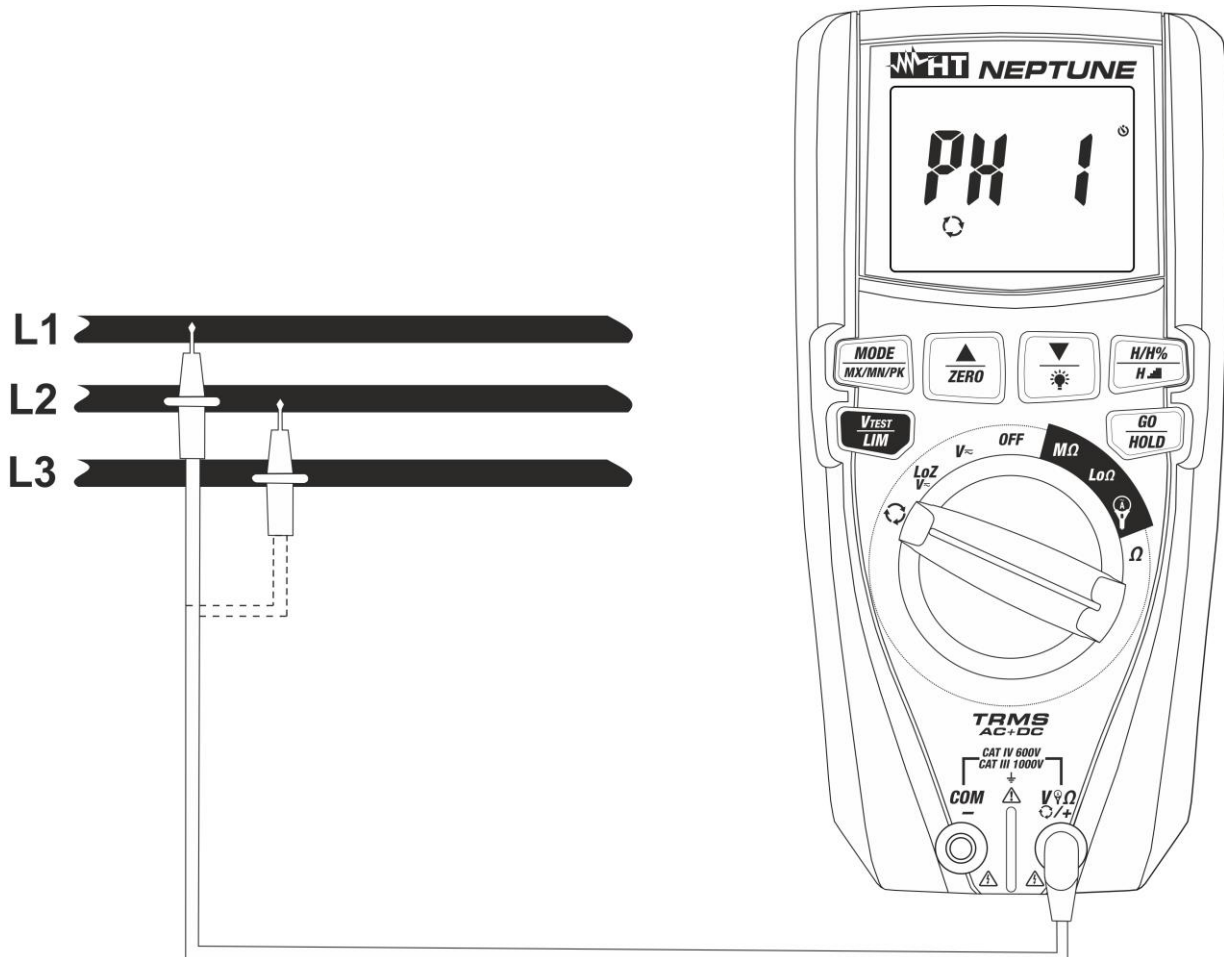
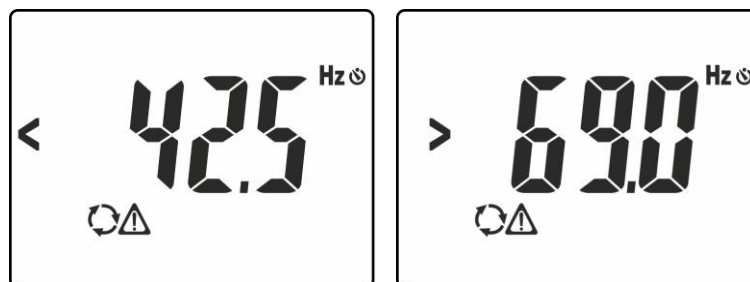
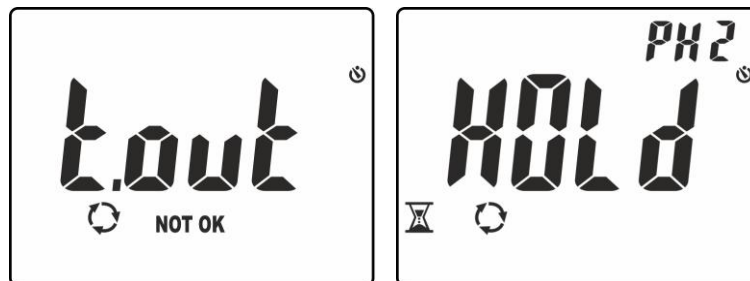

Fig. 10: Utilisation de l'instrument pour l'essai de séquence et de concordance des phases
Fig. 11: Signalisation de tension avec fréquence incorrecte.
Fig. 13: Reconnaissance de la phase L1 et attente de la phase L2.
3. Positionner l'embout rouge sur la phase **L1** du système triphasé sous test (voir Fig. 10). Les messages suivants peuvent être affichés à l'écran (voir Fig. 11) pour identifier la présence d'un signal de tension avec fréquence en dehors de l'intervalle **42.5Hz - 69Hz**. Dans ces conditions, l'instrument n'exécute pas le test.
6. Positionner l'embout rouge sur la phase **L2** du système triphasé sous test (voir Fig. 10). Si le passage entre la phase L1 et la phase L2 est effectué dans un temps supérieur à **10s**, l'instrument affiche le message «**t.out**» à l'écran (voir Fig. 13 – à gauche). Dans des conditions correctes de tension et de fréquence, l'instrument montre le message «**HOLD**», les symboles  et «PH2» et il émet un son continu dans l'attente de la reconnaissance d'une valeur stable de tension sur la phase L2 (voir Fig. 13 – à droite)